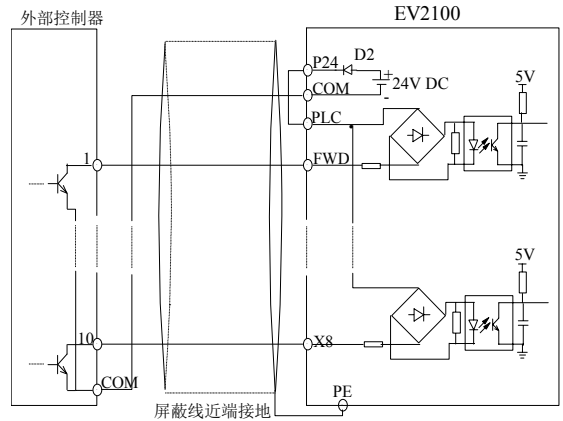

图3-23 使用变频器内部+24V电源的源极连接方式
②使用外部电源，接线方式见图3-23。（注意去除PLC与P24端子间的连接线）
①使用变频器内部+24V电源，外部控制器为NPN型的共发射极输出的连接方式，如图3-23所示。